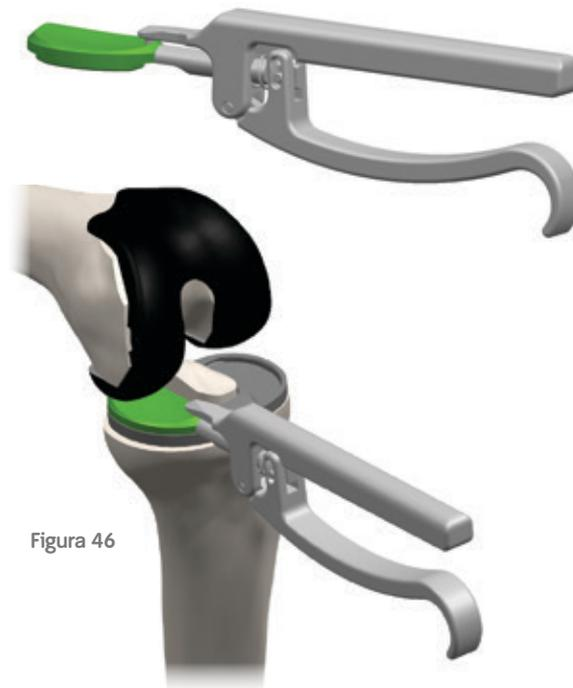

Figura 46
- 1 Cargue el inserto de prueba medial en el mango de inserto de prueba XR (figura 46).
- 2 Con la rodilla flexionada a 90 grados, encaje el componente de prueba medial en la cavidad medial de la base tibial formando un pequeño ángulo para permitir que el inserto de prueba se deslice debajo del componente femoral (figura 46).